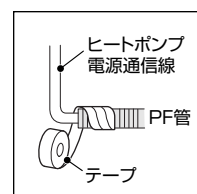

図1
- 【お願い】 ●配線の際にPF管が給湯側(B側)配管に触れないように固定してください。(給湯側配管は90℃以上の高温になります。)また、水抜きの際に、PF管内に水が入らないように、PF管端部をテープ等で巻いてシールしてください。〈右図1〉
- リモコンと壁の間にすきまがないように取り付けてください。〈図1〉